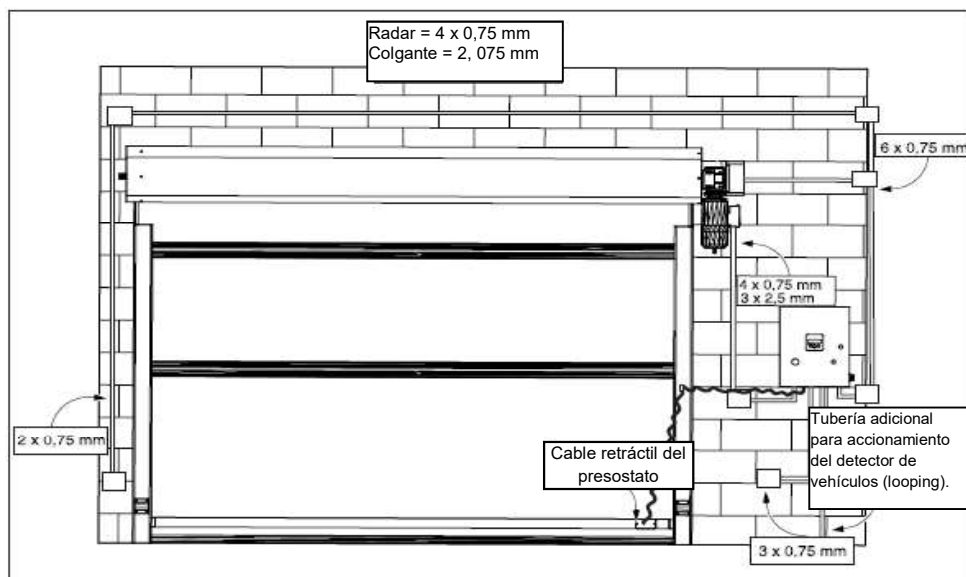

Figura 39
1. La tubería necesaria, así como la cantidad, deben realizarse de acuerdo con la tabla descriptiva de la figura 39 que se muestra a continuación.